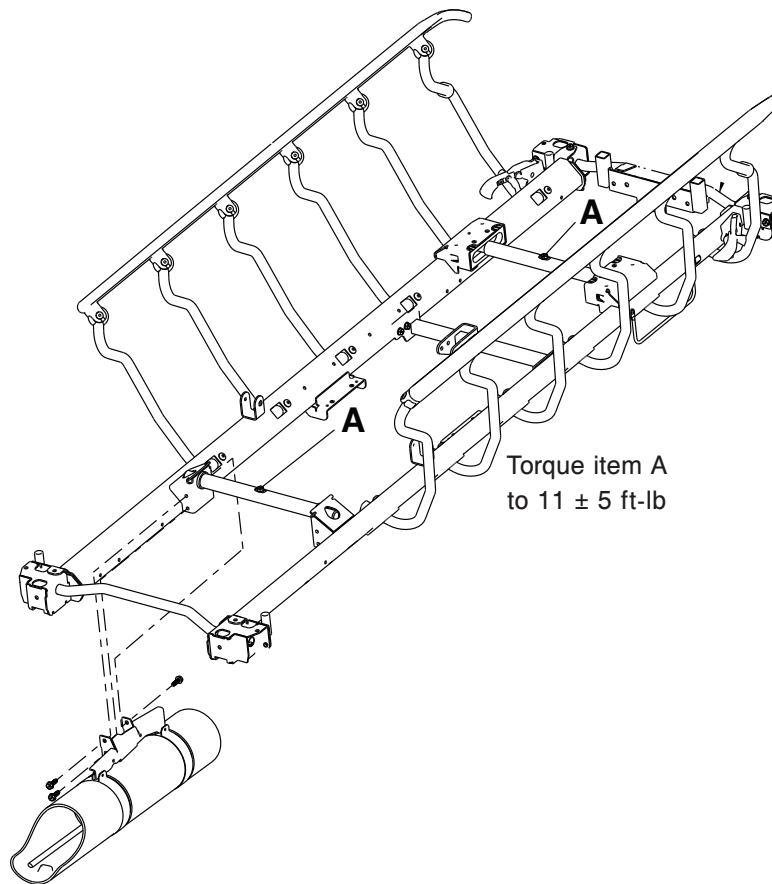

Figure 14 – Retrait du haut du plan de couchage
4. Du côté tête et du côté pieds, à l'aide d'une douille de 1/2 po avec une extension de clé de 3/8 po et une clé à cliquet de 3/8 po, retirer les deux vis à tête hexagonale à embase (A) qui fixent les tubes de support de vérin aux tiges de vérin (Figure 14).